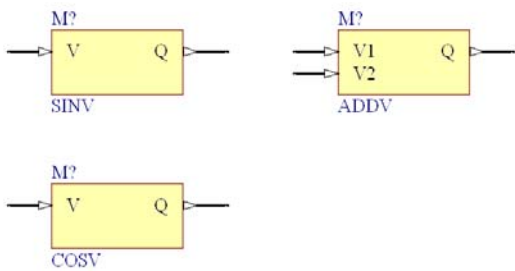

图 12-14 放置数学函数
- Step3** 在“库”面板中,打开集成库“Simulation Math Function. IntLib”,选择正弦变换函数“SINV”、余弦变换函数“COSV”及电压相加函数“ADDV”,将其分别放置到原理图中,如图 12-14 所示。